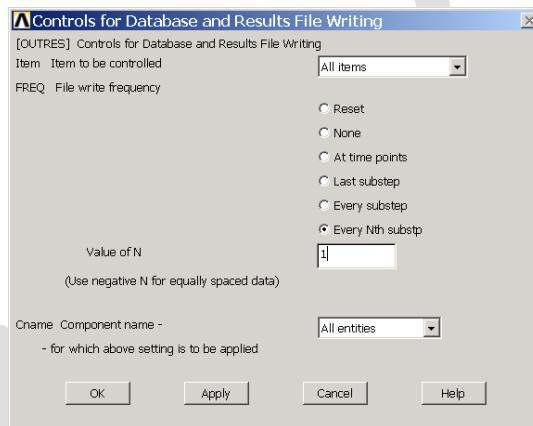

图10.35 控制输出
(6) 单击 **Main Menu>Solution>Define Loads>Apply>Structural>Displacement>On Nodes** 菜单, 弹出图形拾取对话框, 选择节点 1 并单击【Apply】按钮, 弹出【Apply U,ROT on Nodes】对话框, 选中【UY】, 然后单击【Apply】按钮。
(7) 接着选择节点 3, 然后单击【OK】按钮, 弹出【Apply U,ROT on Nodes】对话框, 选中【UX】和【UY】, 然后单击【OK】按钮。
(8) 单击 **Main Menu>Solution>Define Loads>Apply>Structural>Force/Moment>On Nodes** 菜单, 弹出图形拾取对话框, 在图形视窗中选择节点 2, 单击【OK】按钮, 接着弹出【Apply F/M on Nodes】对话框。在【Direction of force/mom】下拉菜单中选中【FY】, 单击【OK】按钮。
(9) 单击 **Main Menu>Solution>Load Step Opts>Output Ctrls>DB/Results File** 菜单, 弹出如图 10.35 所示的【Controls for Database and Results File Writing】对话框。选中【Every Nth substp】单选按钮, 然后在【Value of N】文本框中输入【1】, 单击【OK】按钮。